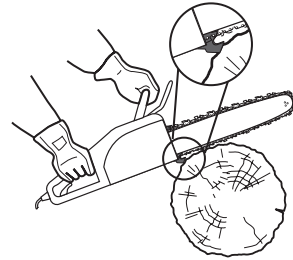

Fig. 21
5. Asegúrese de que la cadena (3) está funcionando a toda velocidad antes de que haga contacto con la madera. Utilice el paragolpes con púas (6) para fijar el producto en la madera antes de comenzar a cortar y utilícelo como punto para hacer palanca al cortar (Fig. 21).